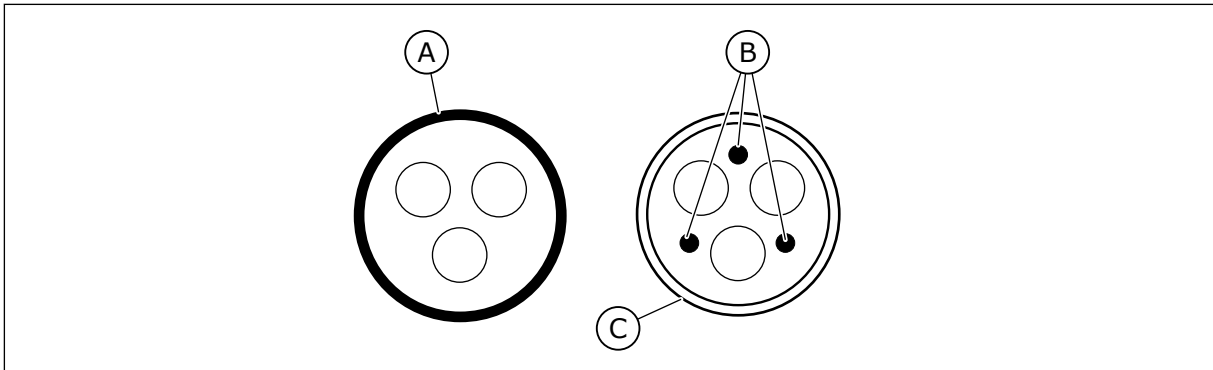

Fig. 18: Cavi con conduttori PE
2. Un cavo di alimentazione simmetrico con filo di protezione concentrico. Un cavo per la tensione della rete elettrica specifica. Si consiglia un cavo NKCABLES/MCMK. Vedere *Fig. 18*.
3. Un cavo di alimentazione simmetrico con schermatura compatta a bassa impedenza. Un cavo per la tensione della rete elettrica specifica. Si consiglia un cavo NKCABLES/MCCMK, SAB/ÖZCUY-J o equivalente. Vedere *Fig. 18*. * = Per i livelli EMC C1 e C2, è necessaria una messa a terra a 360° della schermatura con le tenute cavo lato motore.